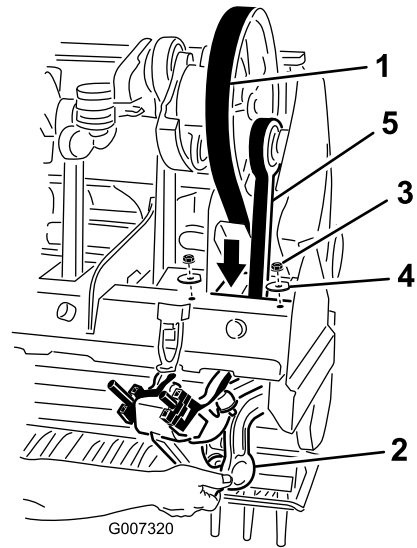

Figura 38
- Afloje y retire las 2 contratuercas y arandelas que fijan el amortiguador Rotalink del brazo de perforación N° 1 (Figura 38).
- Pase la correa de transmisión hacia abajo por el bastidor del cabezal de perforación y alrededor del extremo inferior del brazo de perforación N° 1 (Figura 38).